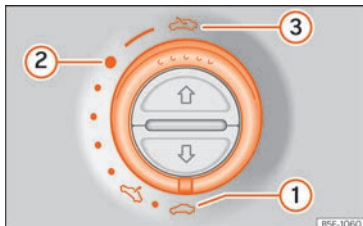

Fig. 15 En el revestimiento interior del techo: gire el conmutador para abrir y cerrar.
- Abrir: gire el conmutador hacia la posición » » » **fig. 15 (3)**.
- Posición de confort: gire el conmutador hacia la posición » » » **fig. 15 (2)**.
- Cerrar: gire el conmutador hacia la posición » » » **fig. 15 (1)**.